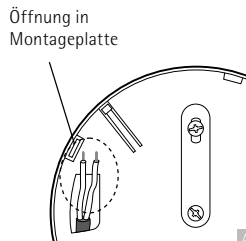

Abb. 13b
2. Ziehen sie das Kabel durch die Öffnungen in der Montageplatte (bevor Sie diese an die Decke schrauben), siehe Abbildung 13b).